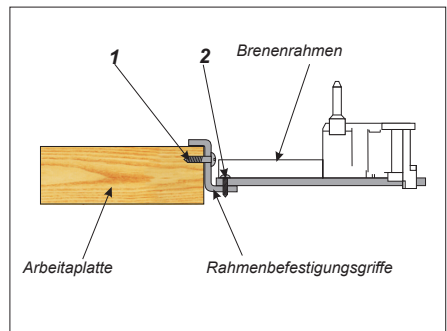
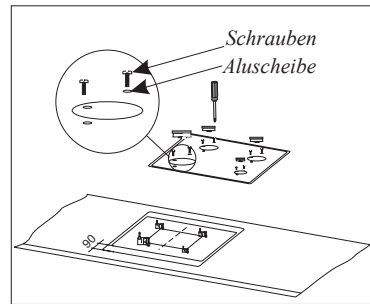
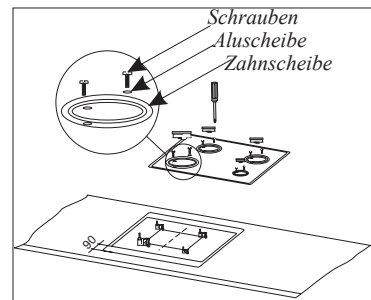

Abb. 3
Abb. 5
Abb. 6
- die Blechschrauben [2] (Abb. 3) lösen.
- Brennerahmen schieben, bis Massenübereinstimmung von 90 mm (Abb. 5) erreicht wird und in dieser Position den Brennerahmen mit Blechschrauben [1] (Abb. 3) in der Paltenöffnung sperren.
- auf den Brennerahmen die Arbeitsplatte hinlegen und mit 8 Blechschrauben mit Unterlagsscheiben M-3 (Abb. 5) an Brenner zuschrauben,
- Brennerrahmen schieben, bis Massenübereinstimmung von 90 mm (Abb. 6) erreicht wird und in dieser Position den Brennerrahmen mit Blechschrauben [1] (Abb. 3) in der Palttenöffnung sperren.
- auf den Rahmen mit Brennern eine Keramikscheibe auflegen und danach Zierauflegen auf die Scheibe und Brenner auflegen. Die Scheibe mit den Zierauflagen mit 8 Blechschrauben mit Unterlagsscheiben M-3 anschrauben (Abb.3), wobei das Anschrauben von den hinteren Normalbrennern anzufangen ist und erst danach ist der Stark- und Hilfsbrenner zu befestigen.